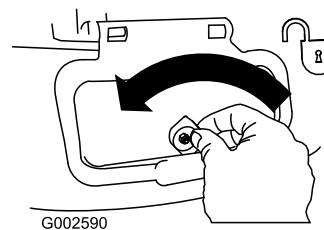

Figura 30
- 1. Desbloquee la puerta de descarga lateral (Figura 30).